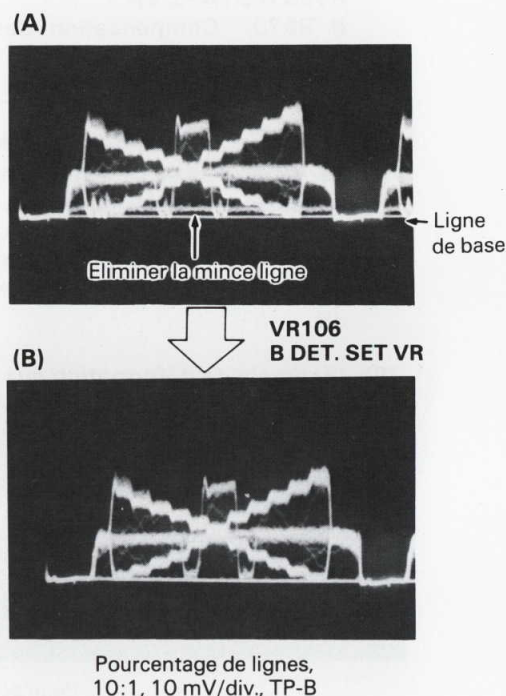

Fig. 4-11-1 Réglage B DET. SET
- (1) Placer la résistance variable VR105 G MATRIX VR en position mécanique centrale.
- (2) Raccorder la sonde de test de l'oscilloscope à TP-B.
- (3) Comme représenté sur la Fig. 4-11-1, ajuster la résistance variable VR106 B DET. SET VR pour que la ligne de base et la mince ligne floue se trouvent aux environs de la ligne de base. (En procédant ainsi, le gain de la forme d'onde est maximum).